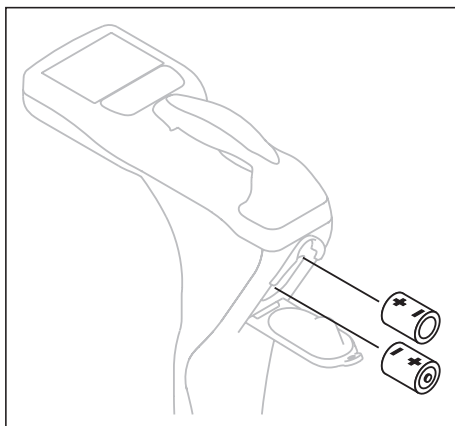

Fig. 13: Changement des piles du récepteur – Polarité des piles
3. Introduisez les nouvelles piles. Veillez à respecter la polarité (fig. 13).